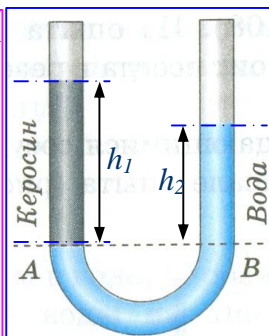

Рис. 40.3. Сосуды с разными жидкостями
При равенстве давлений высота столба жидкости с большей плотностью будет меньше высоты столба жидкости с меньшей плотностью. Например, если: $\rho_1 < \rho_2$, то $h_1 > h_2$, (рис. 40.3).
3. Докажите, что в сообщающихся сосудах высоты столбов над уровнем раздела двух разнородных жидкостей (см. рис. 40.3) обратно пропорциональны плотностям жидкостей.